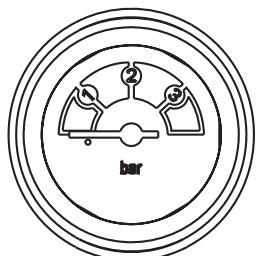

рис. 3.14
- откройте кран подпитки воды (C), и держите его открытым, пока давление на манометре не дойдет до значения от 1 бар до 1,5 бар (Рис. 3.14).